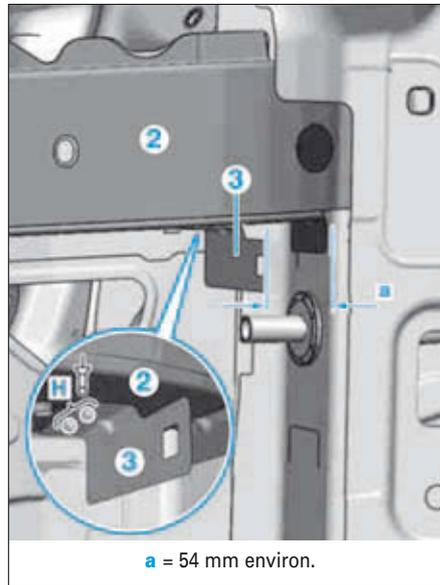

FIG. 20
- Poser et ajuster la fixation de l'aile (3).
- Percer sur la fixation de l'aile (3) et sur la partie supérieure du doublure d'aile avant (2) des trous de Ø 6,7 mm dans la zone (H) (Fig.20).
- Déposer la fixation de l'aile (3) et tailler les trous de rivet des deux côtés.
- Poser la fixation de l'aile (3) et la fixer.
- Riveter la fixation de l'aile (3) avec un rivet à tête plate, à tête ronde de Ø 6,4 x 14 mm dans la zone (H).